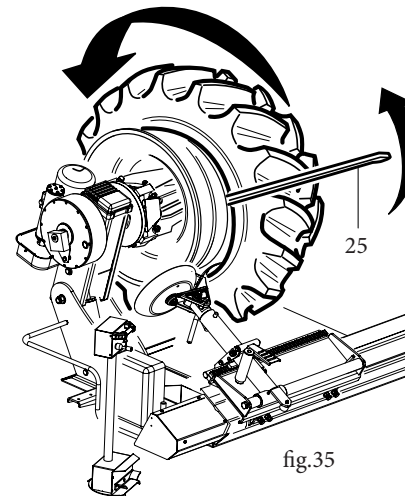

fig.35
- » Per lo smontaggio del tallone posteriore procedere come indicato dalla fig.35. Ruotare l'utensile di 180°, inserirlo tra il cerchione ed il tallone, portarlo a ridosso del bordo del cerchione ed inserire la leva (25) (fig.35) ruotando il mandrino in senso orario fino al completamento dell'operazione.
- » To demount the back bead proceed as shown in fig. 35. Rotate the tool by 180°, insert it between the rim and the bead, move it against the rim flange and insert the lever (25, fig. 35) and then rotate the spindle in a clockwise direction until the operation is complete.
- » Pour le démontage du talon arrière procéder selon les indications de la fig. 35. Tourner l'outil de 180°, l'introduire entre le talon et la jante, l'adosser jusqu'au bord de la jante et introduire le levier (25, fig.35) en tournant le mandrin dans le sens des aiguilles d'une montre jusqu'à l'achèvement de l'opération.
- » Für das Herausdrücken des hinteren Wulstes gehen Sie wie auf Abb. 35 angegeben vor. Das Gerät um 180 Grad drehen, zwischen Felgen und Wulst einschieben und dem Felgenreand nähern und den Hebel einführen (25) (Abb. 35), wobei die Spindel bis zur Beendigung des Vorgangs im Uhrzeigersinn gedreht werden muß.
- » Para desmontar el talón trasero, actuar como indica la Fig. 35. Girar el utensilio de 180°, introducirlo entre llanta y talón, llevarlo junto al borde de la llanta e introducir la palanca (25) (Fig. 35) girando el mandril en sentido horario hasta el complemento de la operación.